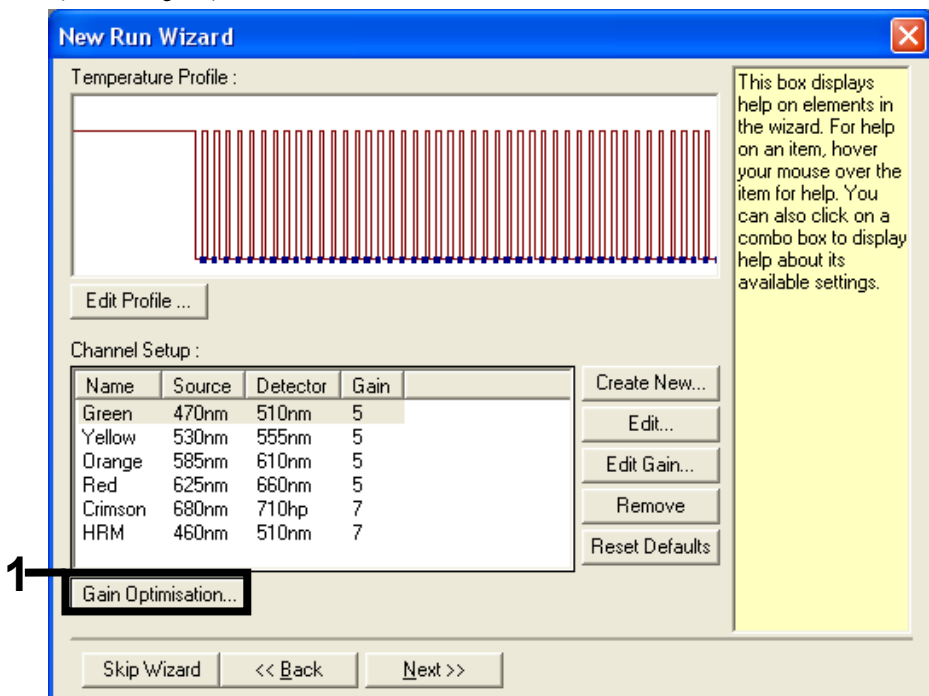

Abbildung 30. „Gain Optimisation“ (Verstärkungsoptimierung).
12. Klicken Sie im nächsten Fenster auf Gain Optimisation (Verstärkungsoptimierung) (Abbildung 30).